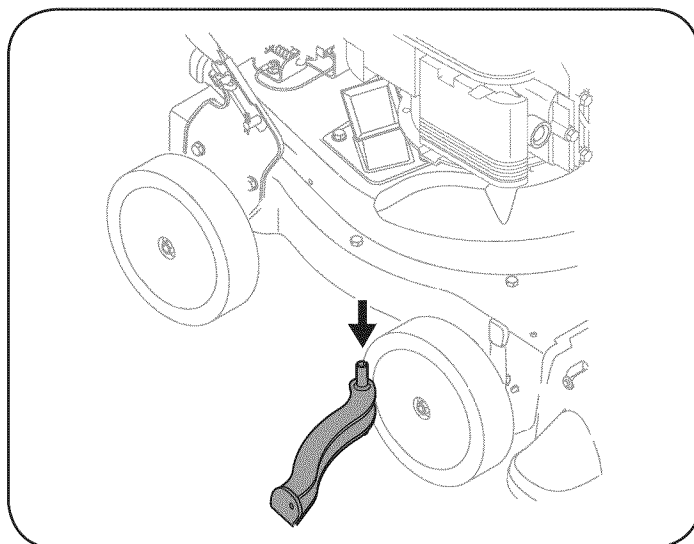

Figura 20
7. Saque la pantalla y límpiela con un cepillo o lávela con agua. Vea la figura 20.